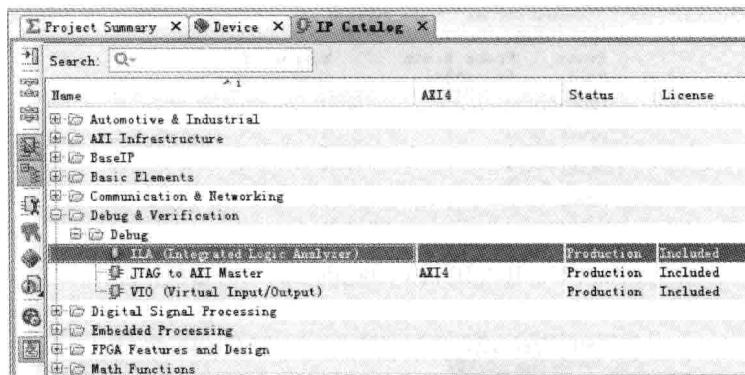

图 3.21 ILA IP 核入口
- (1) 打开本书提供的 fifo\_verilog\_1 目录下的 Vivado 设计工程。
- (2) 在 Vivado 主界面左侧的 Flow Navigator 窗口下, 找到并单击 IP Catalog。
- (3) 在 Vivado 主界面右侧出现 IP Catalog 标签窗口界面。
- (4) 如图 3.21 所示, 找到并展开 Debug&Verification。在展开项中, 找到并展开 Debug。在展开项中, 双击 ILA(Integrated Logic Analyzer)。